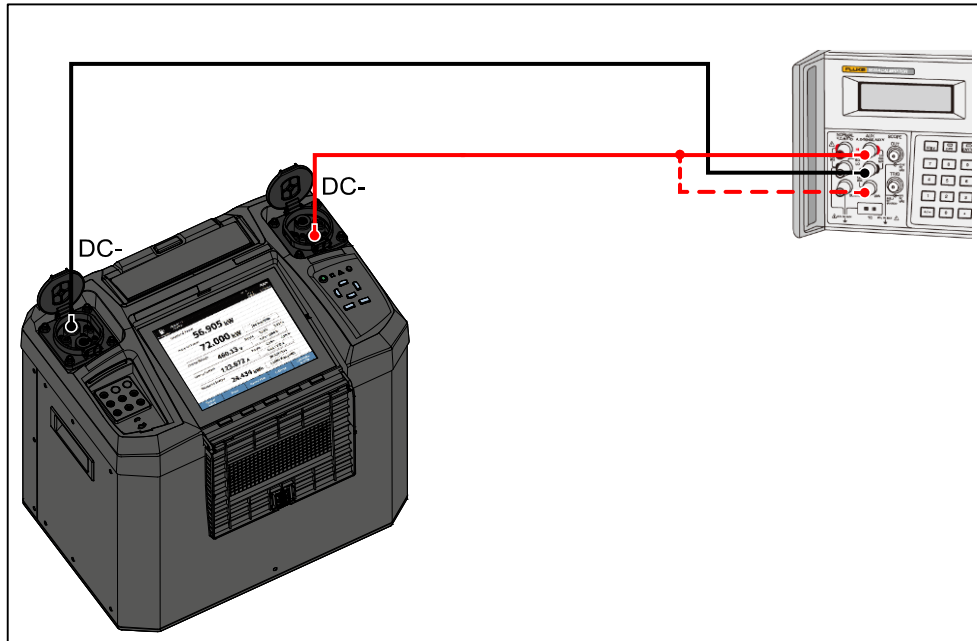

图 6. 纹波电流校准配置
1. 产品屏幕上提示“请连接交流电流源到左右充电座 DC-输入端”时,按图 6 所示进行连接: